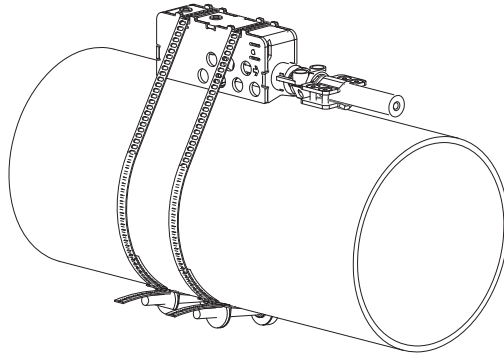

Fig. 9.50: Transductor en la zapata de montaje, montado con abrazadera de tensión y cierre tensor
- Hacer pasar el otro extremo de la abrazadera de tensión a través de la ranura en el lado superior de la zapata para transductor (véase Fig. 9.50).